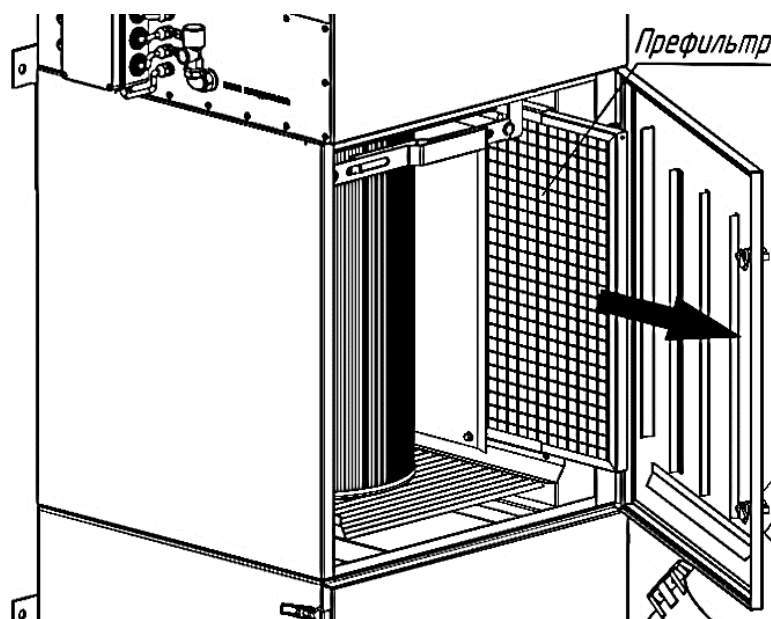

Рисунок 12
- 1) открыть дверь фильтра и извлечь префильтр из фильтровальной камеры (рисунок 12);